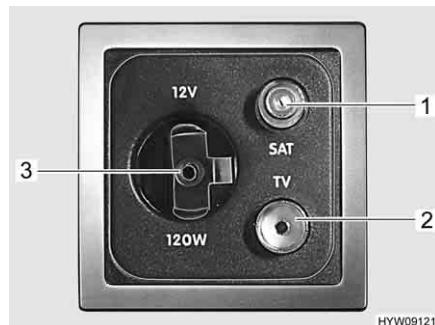

Fig. 30 Prese dell'impianto televisivo
- Inserire il cavo dell'antenna del televisore adeguato nella presa SAT (Fig. 30,1).
- Inserire il cavo dell'antenna del televisore adeguato nella presa DVB-T (Fig. 30,2).